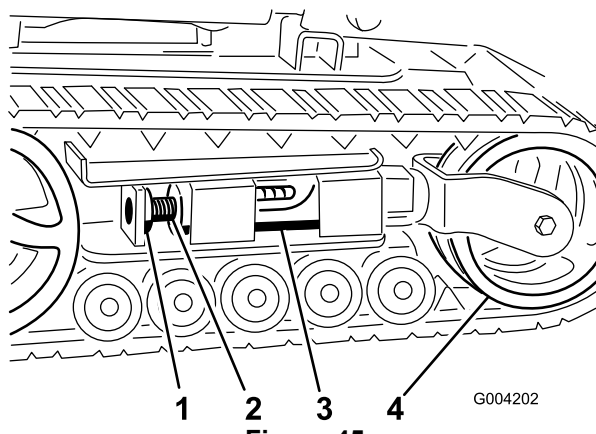
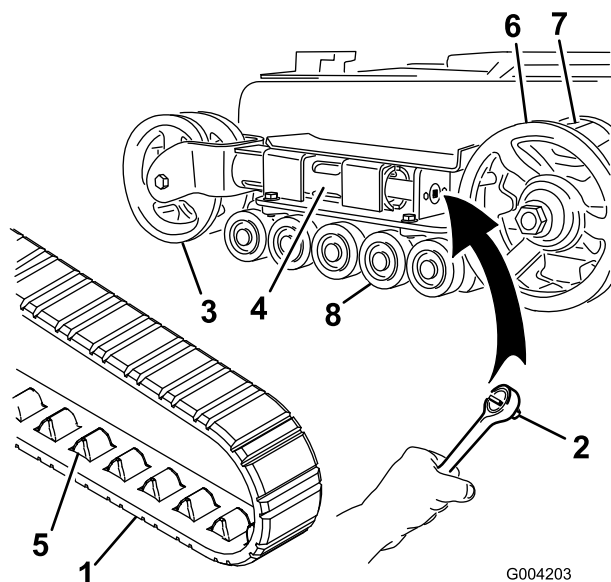
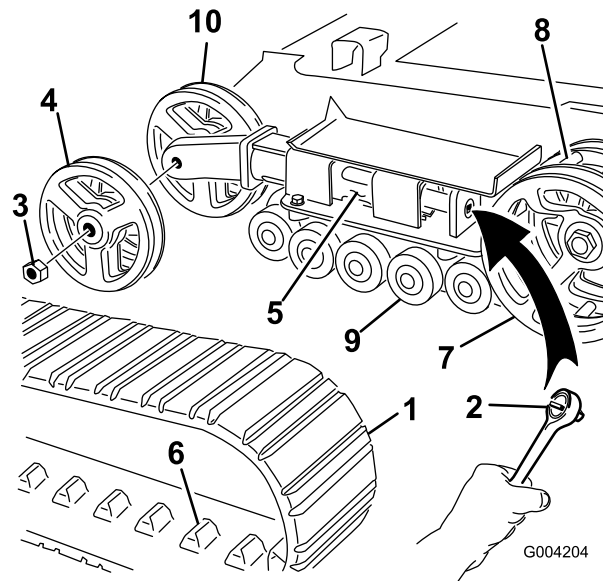

Figura 45
Figura 46
Figura 47
- Alinee la muesca más próxima del tornillo tensor con el taladro del perno de bloqueo, y fije el tornillo con el perno de bloqueo y la tuerca (Figura 45).
- Retire el perno de bloqueo y la tuerca (Figura 45).
- Usando una llave de tubo de 13 mm, alivie la tensión en la oruga girando el tornillo tensor en sentido horario (Figura 45 y Figura 46).
5. Empuje la rueda tensora hacia la parte de atrás de la unidad de tracción para mover el tubo tensor contra el bastidor (Figura 46). (Si no toca el bastidor, siga girando el tornillo tensor hasta que lo toque.)
7. Cuando haya retirado la oruga de la rueda tensora, retírela del piñón de arrastre y de las ruedas de rodaje (Figura 46).
8. Empezando en la rueda motriz, pase la oruga nueva alrededor de dicha rueda, asegurándose de que los salientes de la oruga encajen entre los dientes del piñón (Figura 46).
9. Empuje la oruga por debajo de y entre las ruedas de rodaje (Figura 46).
3. Retire el perno de bloqueo y la tuerca (Figura 45).
4. Usando una llave de tubo de 13 mm, alivie la tensión en la oruga girando el tornillo tensor en sentido horario (Figura 45 y Figura 47).
5. Empuje la rueda tensora hacia la parte de atrás de la unidad de tracción para mover el tubo tensor contra el bastidor (Figura 47). (Si no toca el bastidor, siga girando el tornillo tensor hasta que lo toque.)
6. Retire la tuerca que fija la rueda tensora exterior y retire la rueda (Figura 47).
7. Retire la oruga (Figura 47).
8. Retire la tuerca que fija la rueda tensora interior y retire la rueda (Figura 47).
12. Instale la rueda tensora interior y fíjela con la tuerca que retiró anteriormente (Figura 47).
14. Instale la oruga nueva, asegurándose de que los salientes de la oruga encajen entre los dientes del centro la rueda motriz (Figura 47).
15. Instale la rueda tensora exterior y fíjela con la tuerca que retiró anteriormente (Figura 47).
6. Coloque el tapón engrasado sobre la cabeza del perno (Figura 46).
7. Sujete el tapón de la rueda de rodaje con la anilla a presión (Figura 46).